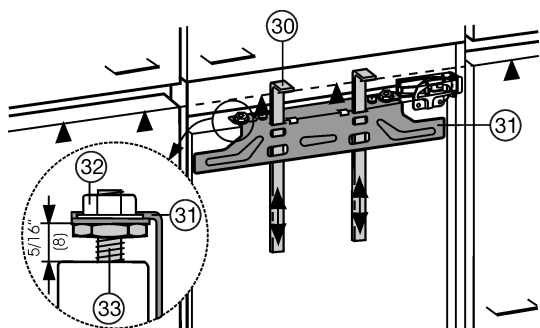

Fig. 19
- ▶ Montagehilfen *Fig. 19 (30)* auf Möbeltürhöhe hochschieben. Untere Anschlagkante ▲ der Montagehilfe = Oberkante der zu montierenden Möbeltür.
- ▶ Befestigungstraverse *Fig. 19 (31)* über die Kontermuttern *Fig. 19 (32)* abschrauben.